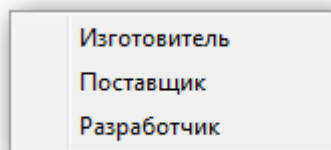

Рис. 9-50 – Выбрать тип связи между организацией и компонентом
3) В появившемся списке выбрать тип связи между организацией и компонентом – «Изготовитель», «Поставщик» или «Разработчик» (рис. 9-50).